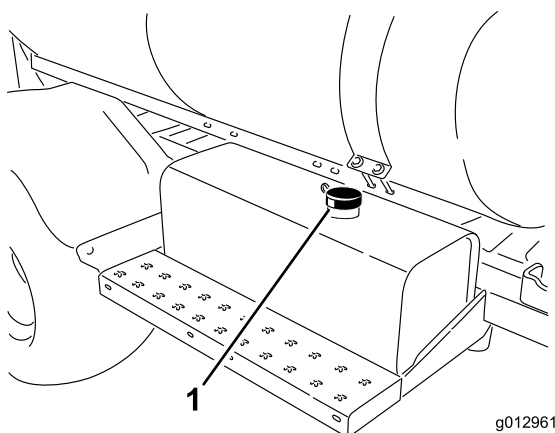

Figura 56
3. Limpe a zona em redor da tampa do depósito de óleo hidráulico e retire-a (Figura 56).